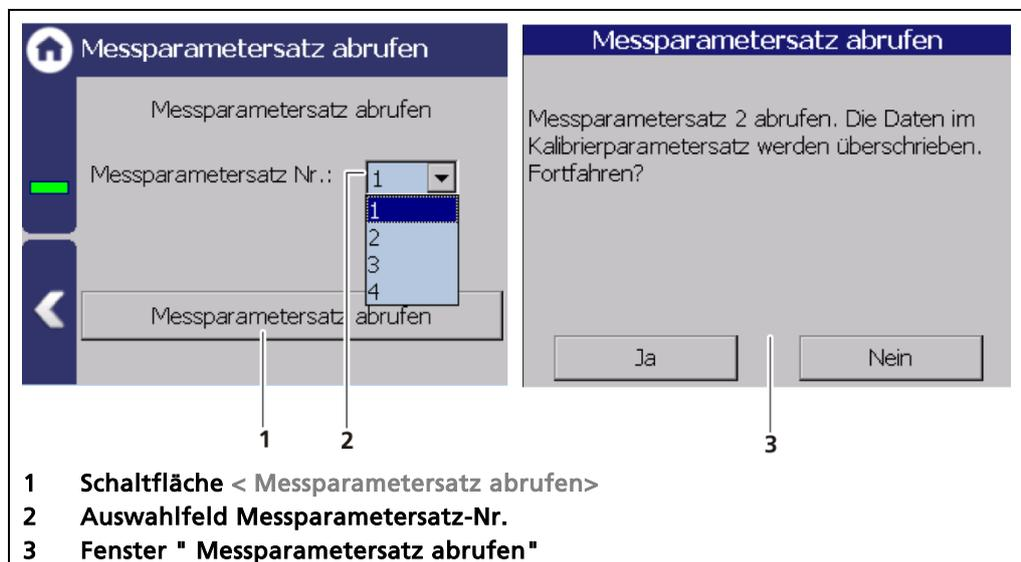

Abb. 94 Messparametersatz abrufen
1. Wählen Sie den Messparametersatz (Abb. 94, Pos.2) aus, der aktiviert werden soll.